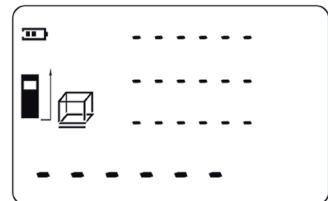

Abb. 11
1. Die Modus-Taste 4 betätigen, um den Modus für Volumenmessung zu wählen. Die blinkende Zeile im -Symbol zeigt die zu messende Länge an (Abb. 11).